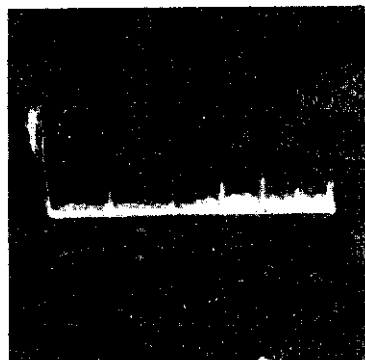

Abb. 24
- e) Am Einstellschlitz „E“ die Empfindlichkeit so einstellen, daß das Rauschen etwa die halbe Höhe des Nullzackens hat (Abb. 24).